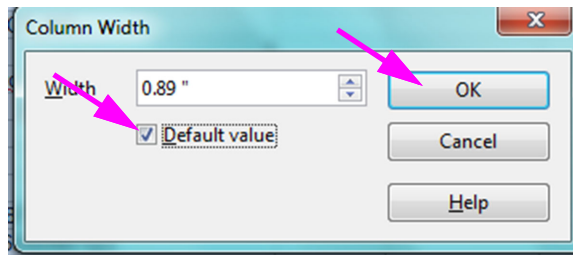

Abbildung D-7. Dialogfeld „Column Width“ (Spaltenbreite)
- Das Dialogfeld „Column Width“ (Spaltenbreite) wird angezeigt. Siehe Abbildung D-7.